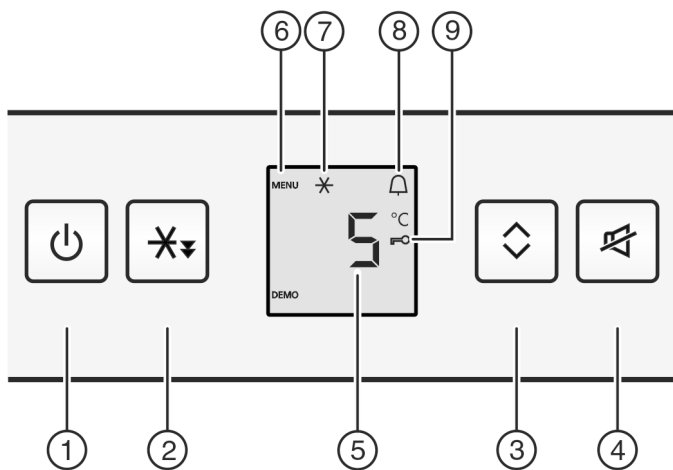

Fig. 2
- ▶ Taste On/Off Fig. 2 (1) drücken.
- ▶ Taste Schnellkühlen Fig. 2 (2) ca. 5 Sekunden drücken.
- ▷ In der Anzeige wird das Symbol Menu Fig. 2 (6) angezeigt.
- ▶ Mit der Taste Schnellkühlen Fig. 2 (2) kurz bestätigen.
- ▷ Das Symbol Kindersicherung Fig. 2 (9) leuchtet in der Anzeige.
- ▶ Die Taste On/Off Fig. 2 (1) kurz drücken.
- ▶ Taste Alarm Fig. 2 (4) drücken.
- ▶ Taste Schnellkühlen *Fig. 2 (2)* kurz drücken.
- ▷ Das Symbol Schnellkühlen *Fig. 2 (7)* leuchtet in der Anzeige.
- ▷ Das Symbol Schnellkühlen *Fig. 2 (7)* erlischt in der Anzeige.